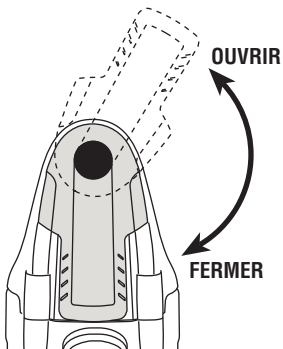
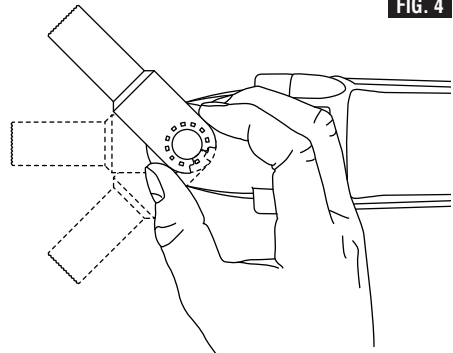

FIG. 2
FIG. 4
2. Faites tourner le levier Quick Lock™ en haut de l'outil dans le sens contraire des aiguilles d'une montre de façon à déverrouiller le mécanisme de fixation (Fig. 2). Il faut que le levier soit totalement engagé pour déverrouiller le mécanisme de fixation.
5. Faites tourner le levier Quick Lock™ en haut de l'outil dans le sens des aiguilles d'une montre, jusqu'à la position fermée, afin de verrouiller solidement l'accessoire en place (Fig. 2).
6. Pour enlever un accessoire, déverrouillez simplement le mécanisme de fixation en faisant tourner le levier Quick Lock™ dans le sens contraire des aiguilles d'une montre, comme cela est décrit plus haut (Fig. 2).
REMARQUE : Certains accessoires, tels que des racloirs et des lames, peuvent être montés soit droits sur l'outil, soit à un certain angle afin de les rendre plus faciles à utiliser (Fig. 4). Afin de pouvoir faire ceci avec l'interface Quick Lock™, placez l'accessoire sur le porte-accessoire ; assurez-vous que l'accessoire s'engage dans toutes les broches du porte-accessoire et qu'il est ajusté au ras du porte-accessoire. Verrouillez solidement l'accessoire en place comme cela a été décrit précédemment (Fig. 2).